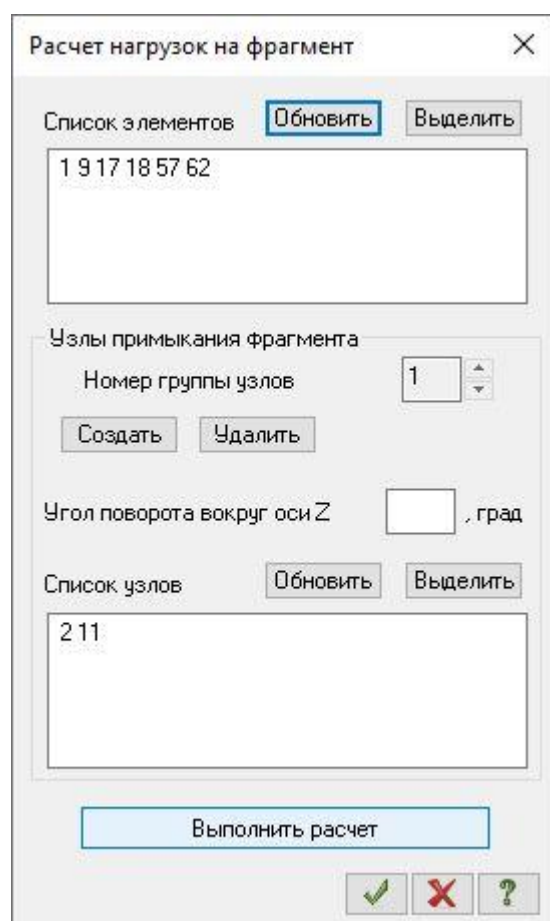

Рис.5.30. Диалоговое окно **Расчет нагрузок на фрагмент**
- В диалоговом окне **Расчет нагрузок на фрагмент** (рис.5.30) задайте следующие параметры: